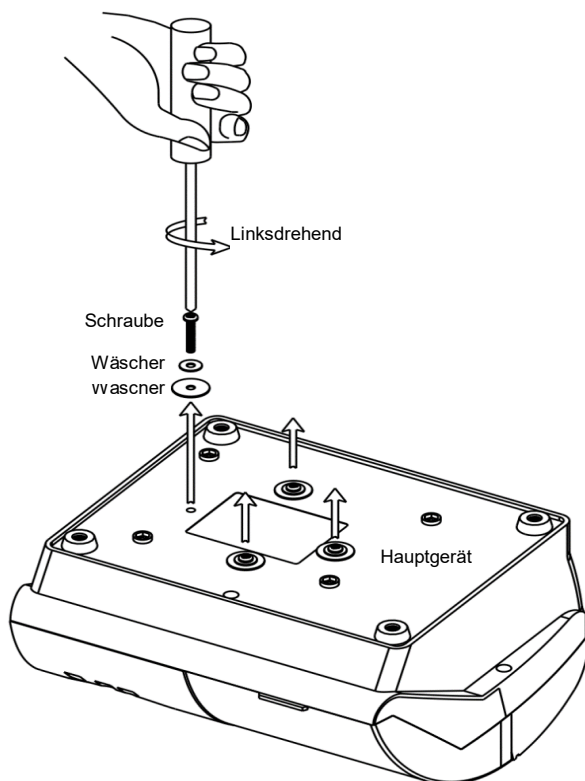

Abb. 2
- 1) Nehmen Sie das Hauptgerät aus dem Verpackungskarton, drehen Sie die Unterseite nach oben und legen Sie es mit einer Schutzunterlage auf die Arbeitsfläche. Entfernen Sie, wie in Abb. 2 gezeigt, die vier roten Transportschrauben mit einem Schraubendreher.